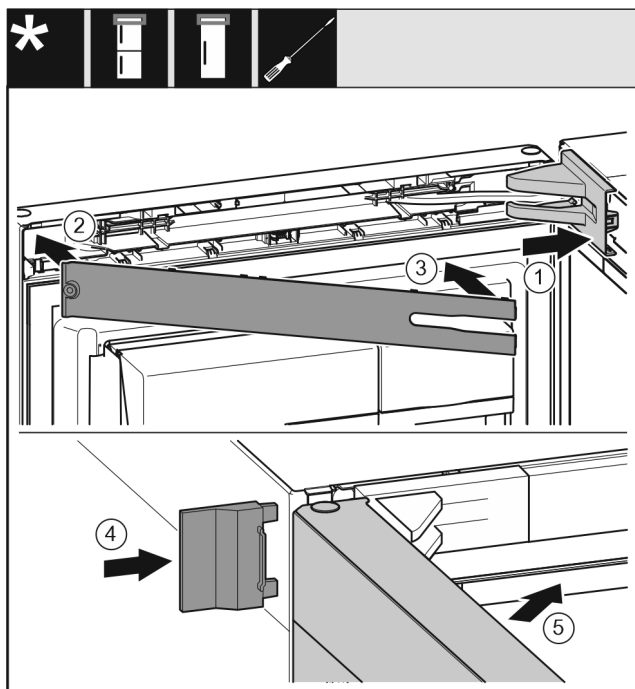

Fig. 27
- ▶ Uzlieciet un nofiksējiet gultņa balsta pārsegu, ja nepieciešams, uzmanīgi atspiediet. Fig. 27 (1)
- ▶ Uzlieciet aizsegu. Fig. 27 (2)
- ▶ Pievirziet aizsegu un nofiksējiet. Fig. 27 (3)
- ▶ Uzbīdīdiet ārējo pārsegu. Fig. 27 (4)
- ▶ Aizveriet augšējās durvis. Fig. 27 (5)